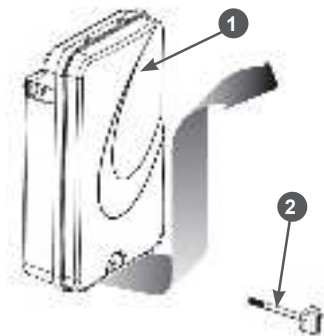

Рис. 16 Снятие крышки воздушного фильтра
4. Очистите от загрязнений крышку-щуп и зону вокруг маслозаливной горловины. Извлеките крышку-щуп из маслозаливной горловины (Рис. 16) и протрите щуп чистой ветошью.
1. Открутите винт 2 крепления крышки воздушного фильтра. Далее оттяните нижнюю часть крышки 1 воздушного фильтра на 2-3 см от корпуса воздушного фильтра, после чего подайте её вверх и снимите с корпуса (Рис. 16).